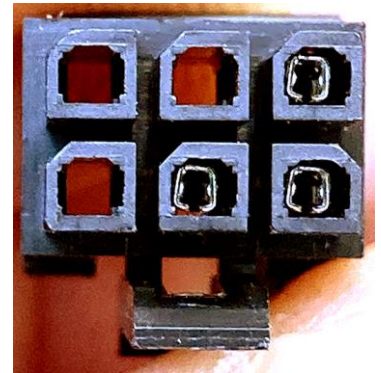

Figura 9
6. Usando un limpiador de contactos eléctricos, limpie los contactos en **AMBOS** extremos del cable CAN 8076441 que conecta ambos controladores (con los pines hembra) (ver Figura 9).